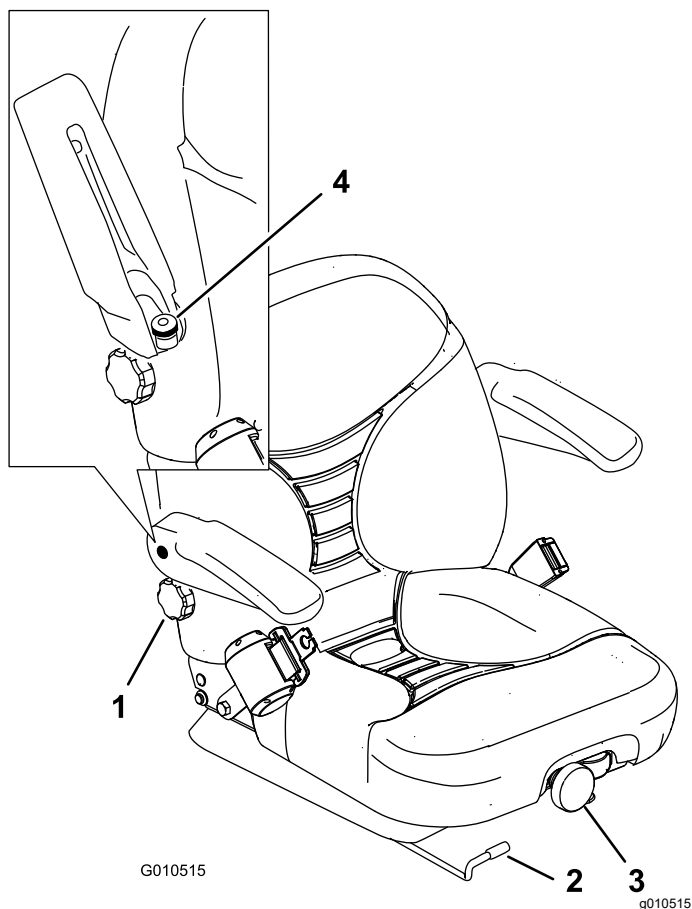

図 30
1. 調整は、レバーを横に動かしてシートのロックを解除して行う 図 30。
調整は、前部についているノブを回して最も乗り心地が良い位置にセットします 図 30。
調整は、右側バックレストの下にあるノブを回して最も乗り心地が良い位置にセットします 図 30。
調整は、アームレストを上げ、ノブを回して行います 図 30。